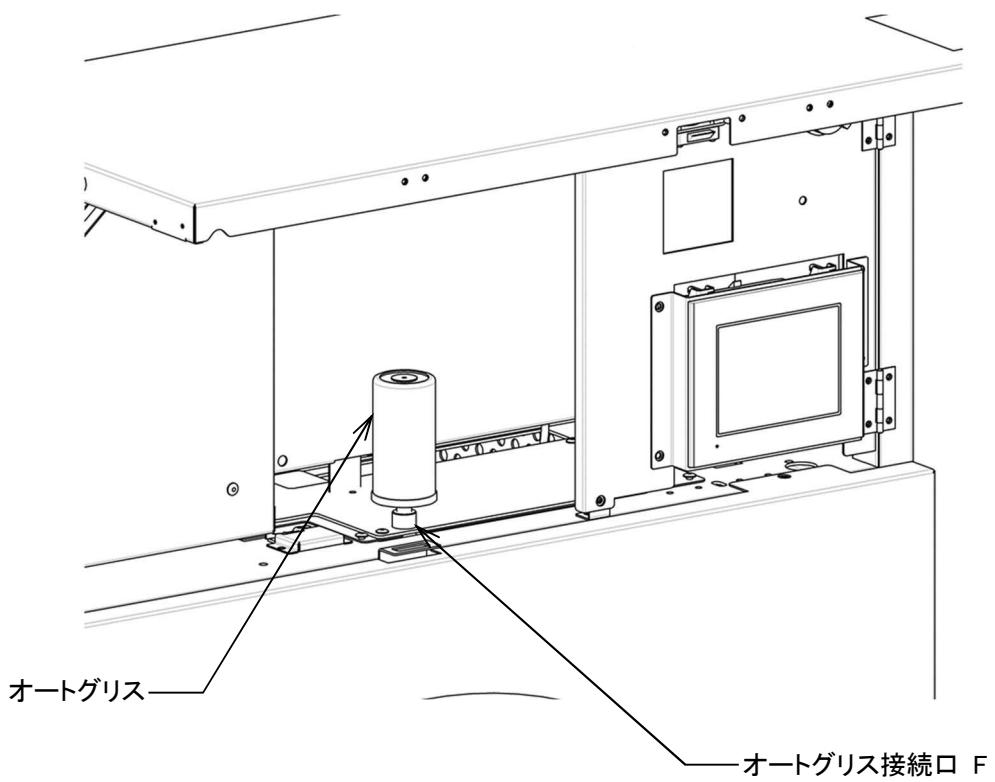

図 5-3
- 付属品のオートグリスをオートグリス接続口 F に取り付けます。(図 5-3)